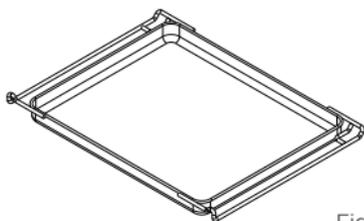

Fig. 10
2. Coloque o alimento no forno usando o acessório cesto air fry (Fig. 10) e sempre use a bandeja coletora no nível abaixo.